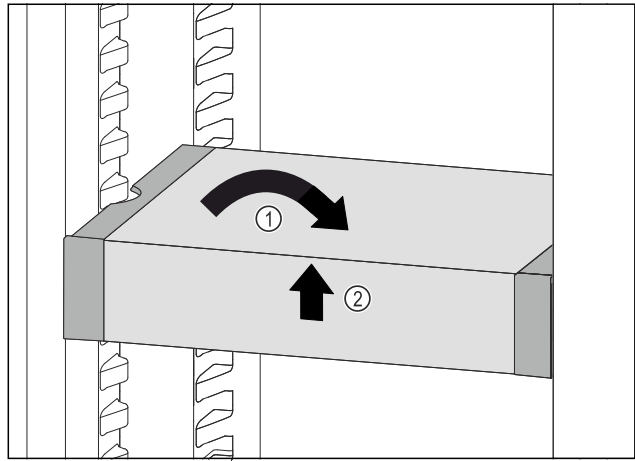

Fig. 57
▶ Collocare VarioSafe in maniera dritta. Fig. 57 (1)
▶ Sollevare VarioSafe dal lato anteriore. Fig. 57 (2)